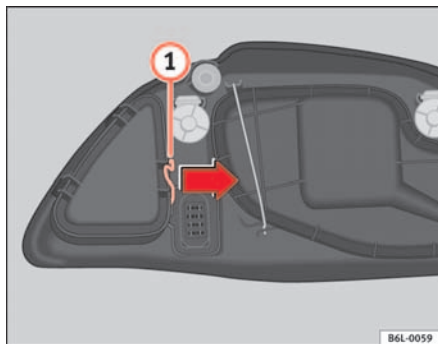

Abb. 148 Blinklicht
- Die Strebe ① ⇒ Abb. 148 in Pfeilrichtung verschieben und den Deckel abnehmen.